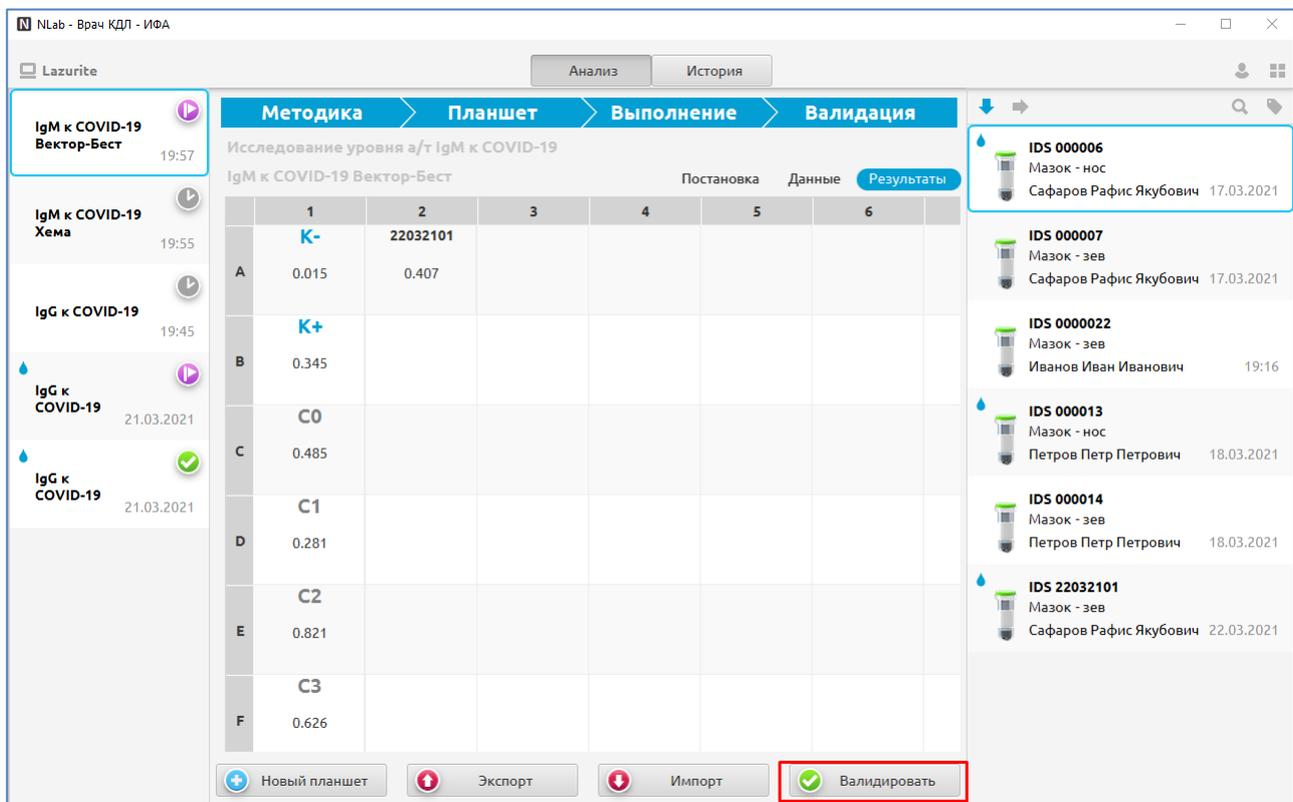

Рис. 91
Средняя часть окна обновится, в ячейках отобразятся данные оптической плотности от программного обеспечения анализатора и кнопка «Валидировать» в центральной нижней части раздела (Рис. 91).
8. Нажмите кнопку «Валидировать» (Рис. 91).